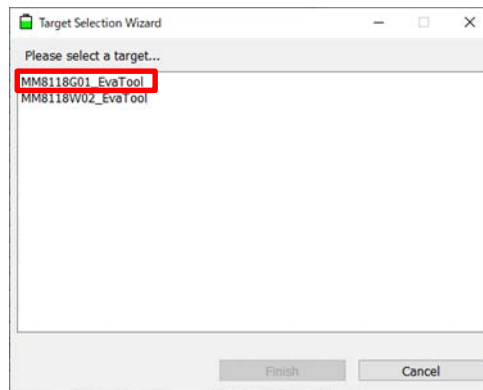

Figure 4. Target Selection Wizard
4. Select 「MM8118G01_EvaTool」 in 「Target Selection Wizard」 window. (Figure 4)